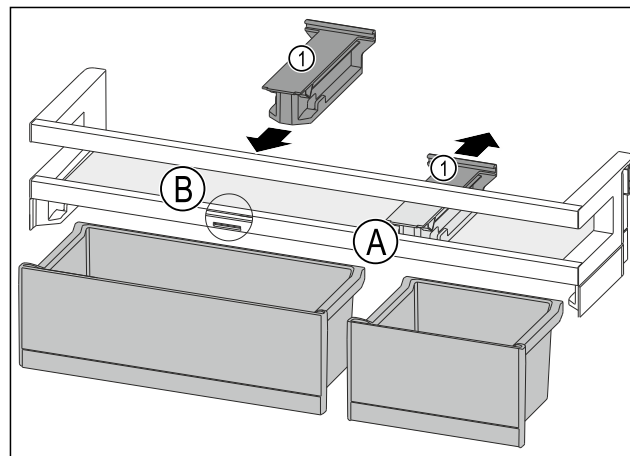

Fig. 119
- Retirer la pièce de retenue Fig. 119 (1) en position Fig. 119 (A) vers l'arrière.
- Mettre la pièce de retenue Fig. 119 (1) en position Fig. 119 (B).